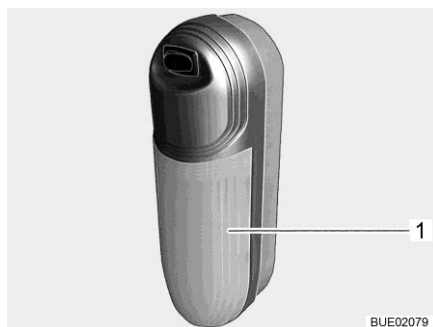

Bild 167 Påbyggnadslampa
- Transparent kåpa (Bild 167,1) lätt att dra ur från kontakten och ta bort.